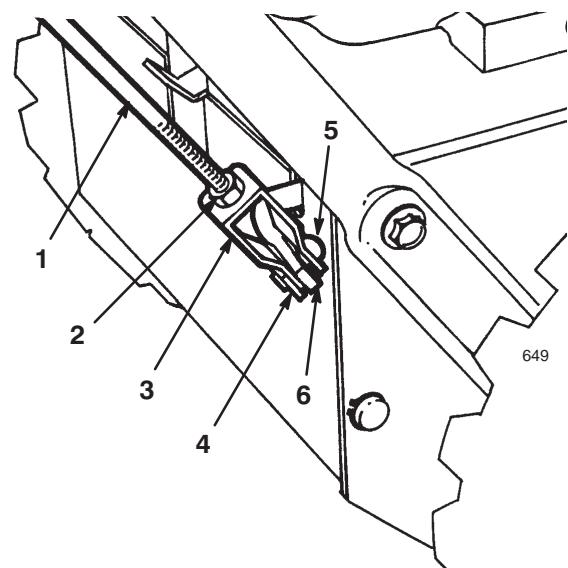

Figure 7
1. Desserrez l'écrou de blocage au-dessus de la chape sur la tige de commande supérieure (Fig. 7).
2. Alignez les trous de la chape et de la tige de commande inférieure, et insérez l'axe de chape (Fig. 7).
- Faites monter ou descendre la chape sur le filetage selon que vous souhaitez accroître ou réduire l'écart entre le haut de la poignée et le bas de la manette de commande de tarière/roue hélice (Fig. 7).
- Quand le réglage est correct, replacez l'axe de chape et attachez-le à l'aide de la goupille fendue (Fig. 7).
- Serrez l'écrou de blocage pour fixer la chape (Fig. 7).